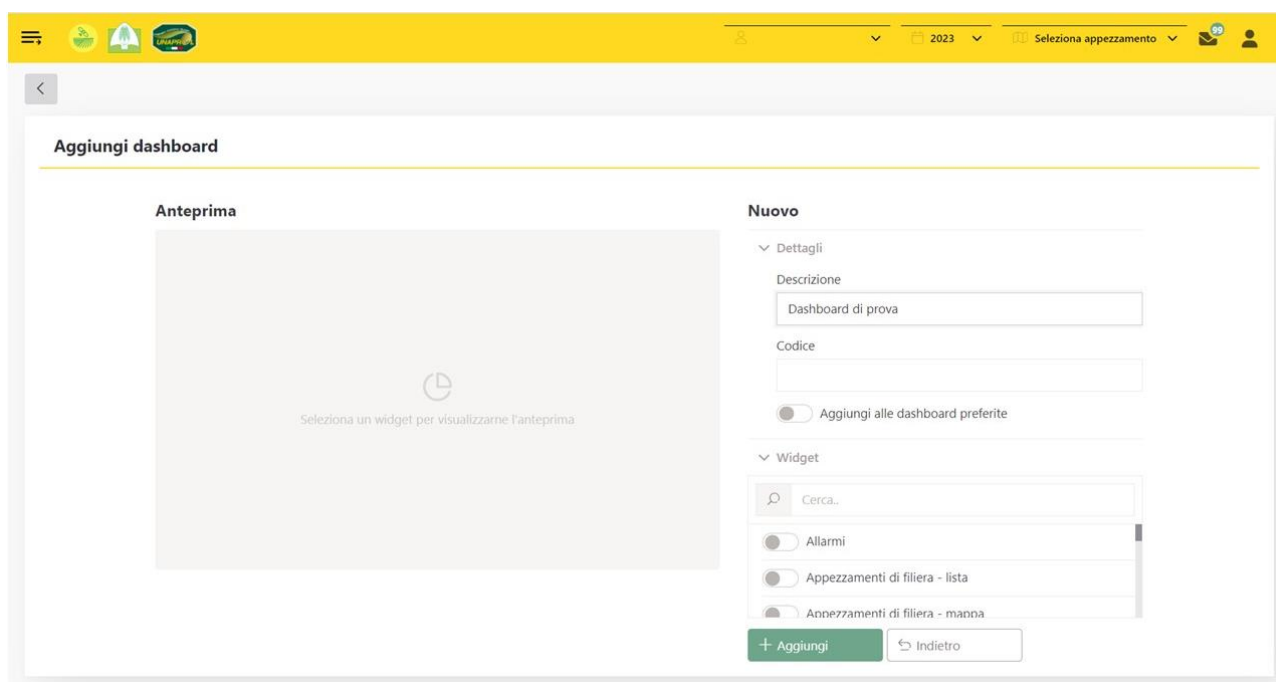

FIGURA 14 - AGGIUNTA NUOVA DASHBOARD
- Una volta selezionati i widgets che comporranno la *Dashboard*, premere il tasto *Aggiungi* di colore verde (Figura 14).